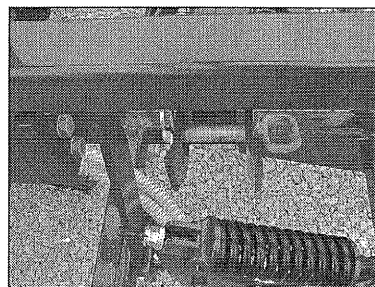

Fig. 11: Boulon de sécurité
2. Enlever les boulons de sécurité (voir fig. 11).